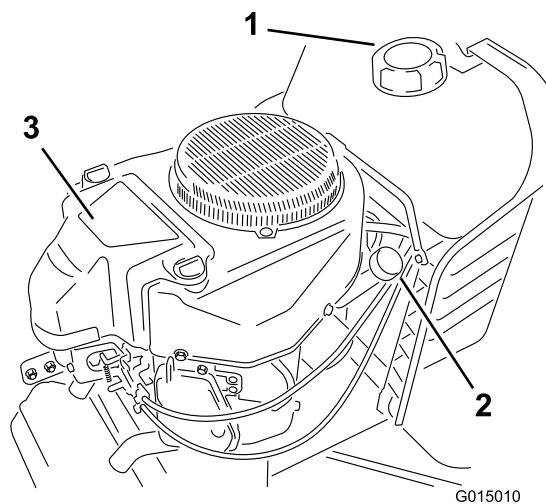

Bild 17
5. Reinigen Sie den Bereich um den Ölpeilstab (Bild 17), damit kein Schmutz in den Einfüllstutzen gelangen und den Motor beschädigen kann.
10. Gießen Sie ca. 80 % der angegebenen Ölmenge langsam in den Einfüllstutzen (Bild 17). Prüfen Sie den Ölstand; siehe Prüfen des Ölstands“.
6. Gießen Sie ca. 80 % der angegebenen Ölmenge langsam in den Einfüllstutzen (Bild 17). Prüfen Sie den Ölstand; siehe Schritte 6 und 7 unter Prüfen des Ölstands“.